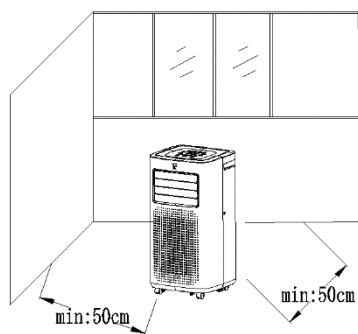

Fig.1
- Coloque el aparato en una superficie nivelada, cerca de una toma de corriente adecuada, aunque manteniendo una distancia mínima de 50 cm con otros objetos (véase fig. 1).